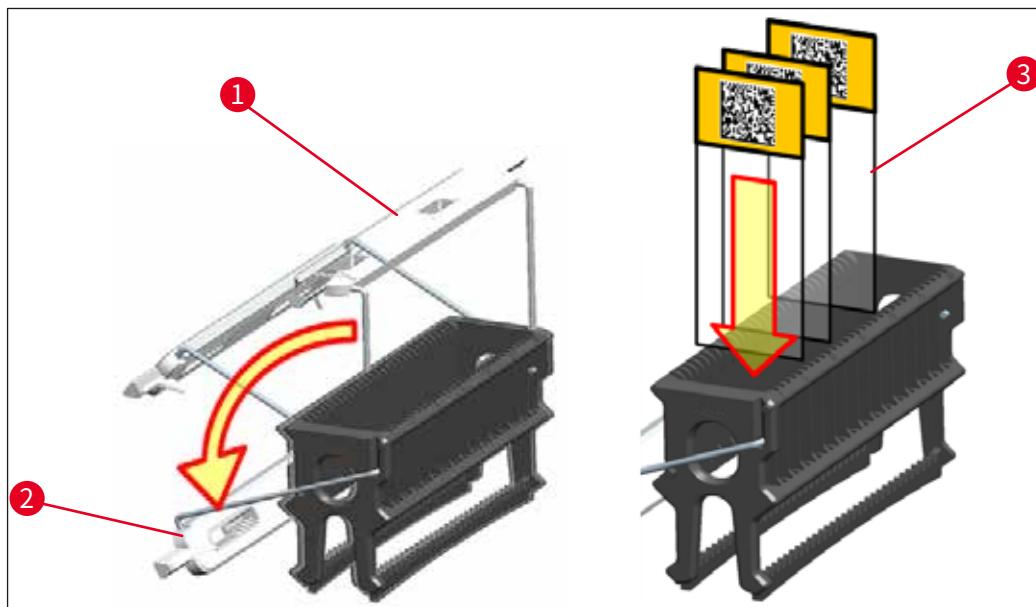

图 83
- 玻片架的正面贴有徕卡标识。固定手柄后, 在查看手柄时可以读取**正面** (→ “图 83”)。
1. 将玻片架手柄折叠到竖直位置 (→ “图 83”)。